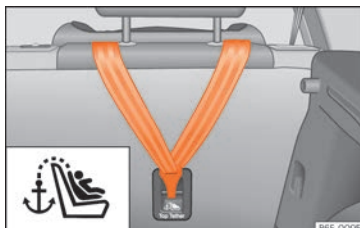

Fig. 38 Parte posterior de los asientos traseros: argollas de sujeción para el cinturón Top Tether.
- Enganche el asiento para niños en las argollas de sujeción "ISOFIX/iSize" hasta que encastre de modo audible. Si el asiento para niños dispone de anclaje Top Tether*, conéctelo a la anilla respectiva »» **fig. 38**. Siga las instrucciones del fabricante.
- Deslice la correa y fíjela correctamente con el anclaje de la parte posterior del respaldo »» fig. 38.